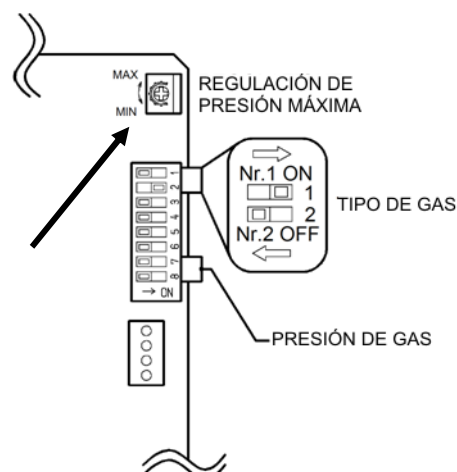

Fig. 6
14. Regule la presión de máxima mediante el potenciómetro situado en el circuito encima de los microinterruptores (Fig.6) según los valores de presión indicados a continuación. El potenciómetro es muy sensible. No rote más de un grado cada vez y espere que la presión se estabilice antes de modificarla nuevamente.